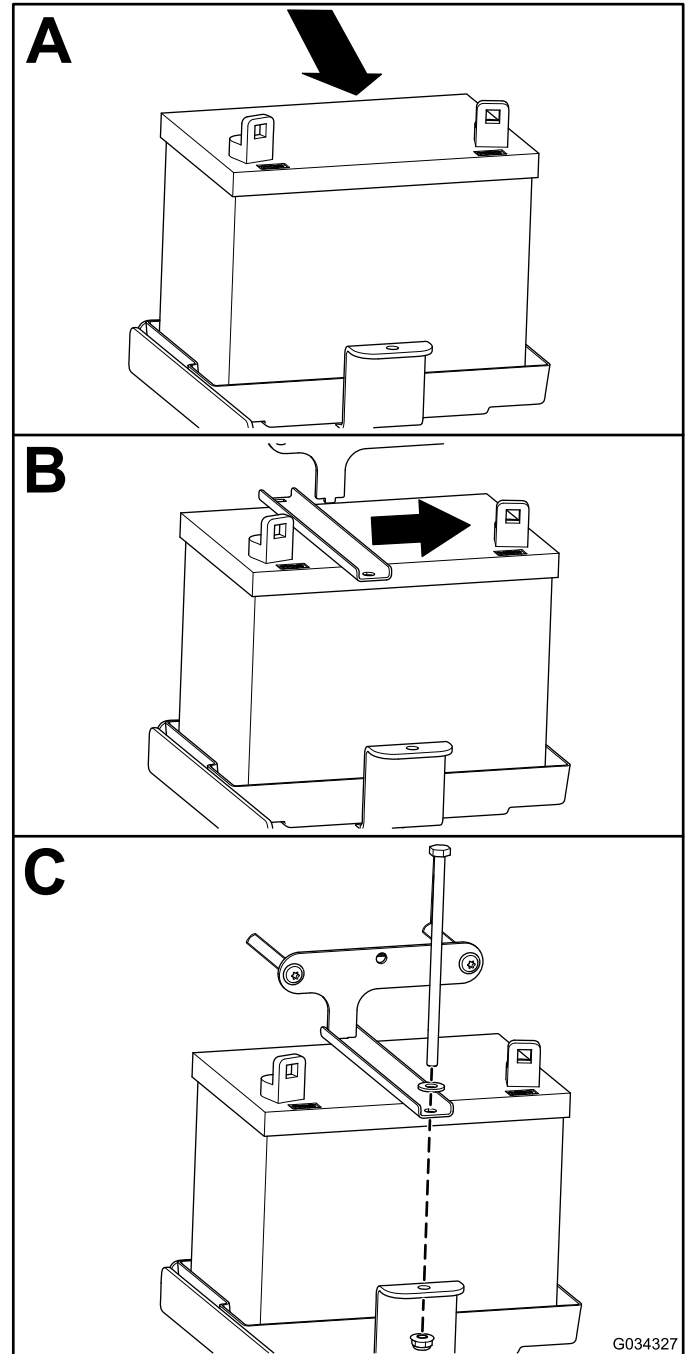

Figura 49
1. Instale la batería, como se muestra en la Figura 49.